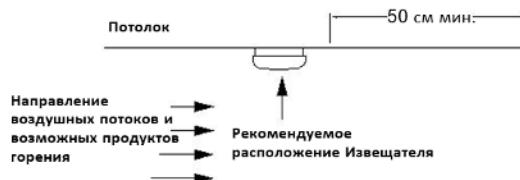

Рисунок 6 – Рекомендуемая схема установки Извещателя на потолок
- Установку Извещателей рекомендуется осуществлять как можно ближе к центру потолка, вдали от осветительных приборов и систем вентиляции и кондиционирования. Если данное размещение не целесообразно, то Извещатель необходимо размещать на расстоянии не ближе 50 сантиметров до любой стены или угла (см. рисунок 6);